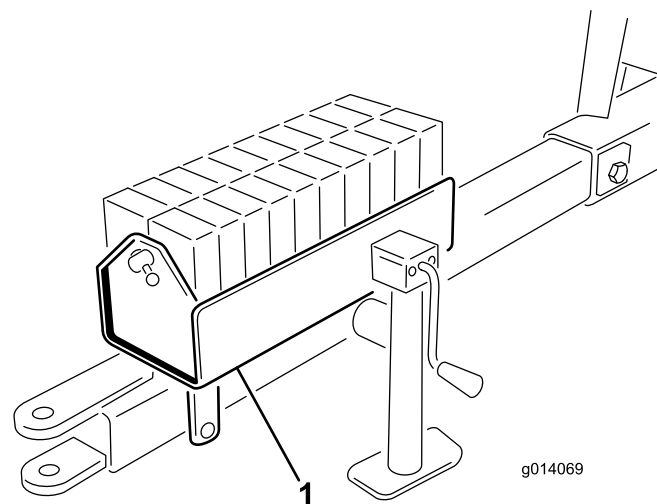

Рисунок 6
5. Поместите грузы в ящик для грузов и установите штангу и палец (**Рисунок 6**).